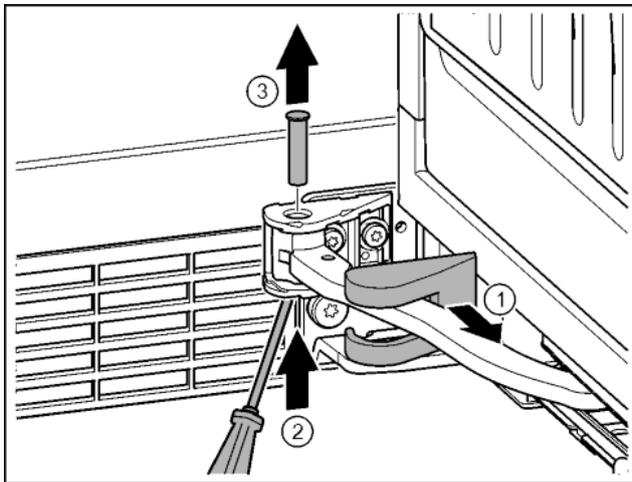

Fig. 15
► Зніміть кришку опорного кронштейна та перемістіть вздовж шарніра. Fig. 15 (1)
► Рукою чи викруткою підійміть палець знизу. Fig. 15 (2)
► Перемістіть викрутку під голівку пальця і витягніть. Fig. 15 (3)